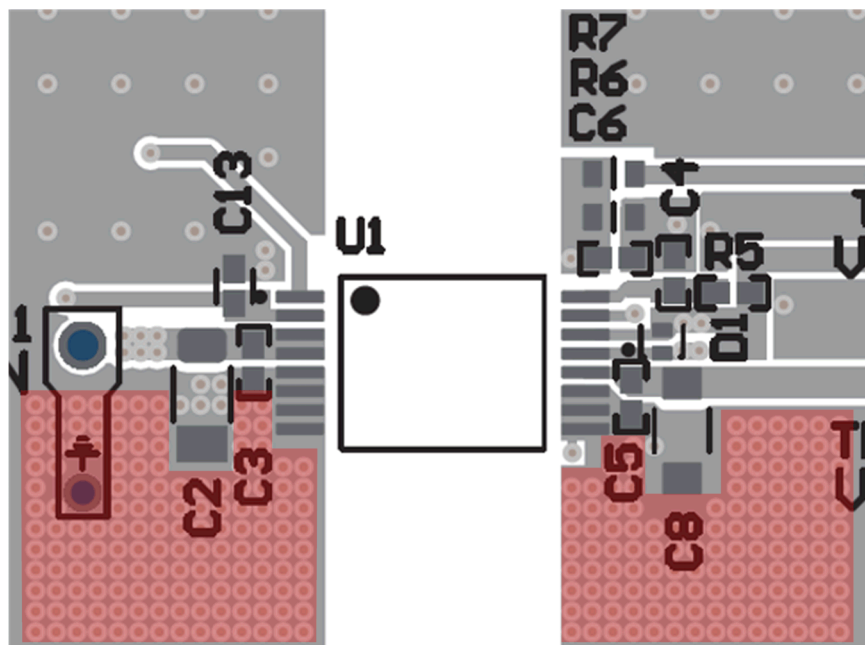

图 3-10. 散热过孔
- f. 图 3-10 所示为布局示例。如果可用的铜面积较小，请在设计允许的情况下使用尽可能多的散热过孔，靠近引脚 5-8 (初级) 和引脚 9-11 (次级) 放置。